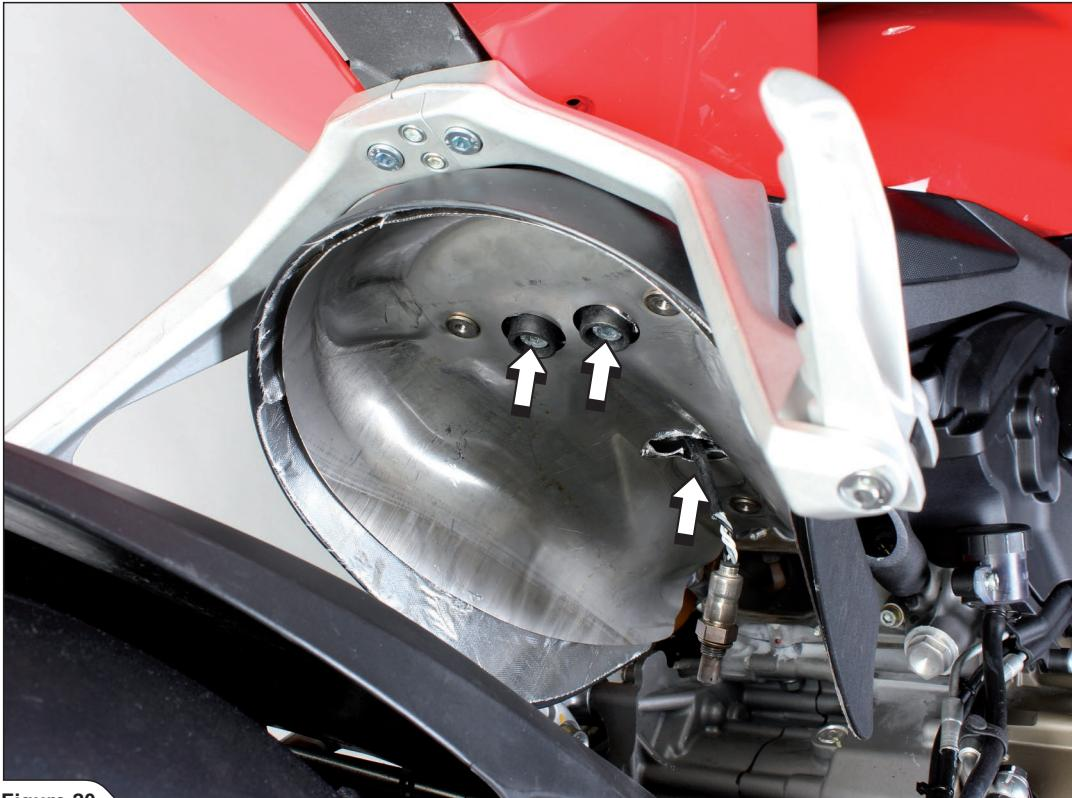

Figure 20
16. Desserrer les boulons indiqués et déposer le pare-chaleur (Figure 20). Seulement pour utilisation sans repose-pieds passager : dévisser les repose-pieds passager du motocycle :
16. Die angegebenen Schrauben lösen und den Wärmeschutz entfernen (Figure 20). Nur bei Einsatz ohne Beifahrerfußrasten: die Beifahrerfußrasten nach Lösen der Schrauben vom Motorrad abnehmen.